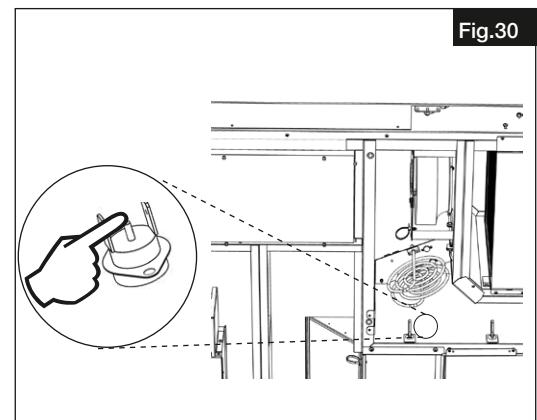

Fig.30
2. Appuyer sur le bouton de réarmement pour le pré-chauffage électrique (voir Fig.30).